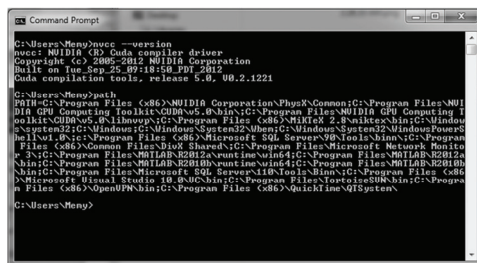

图 A.9 Windows 环境中的 `nvcc` `PATH`
- 对于 Windows 7 64 位，在命令提示符下输入 `PATH`，然后看看带有 `nvcc` 的目录是否同图 A.9 中规定的一样。